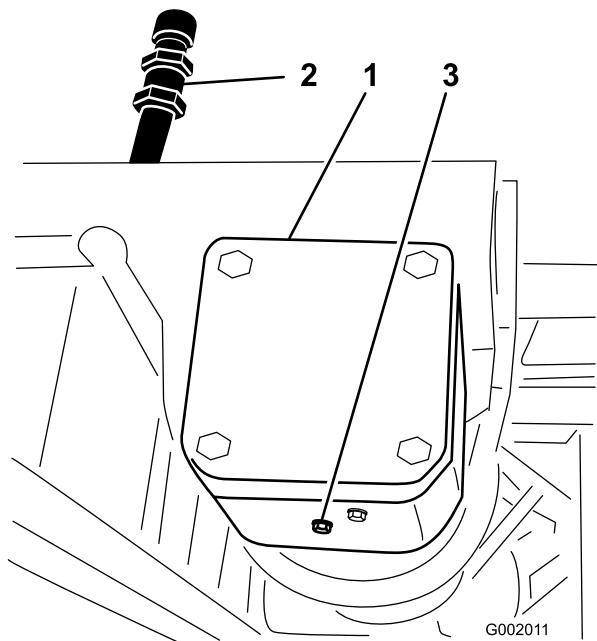

図 70
2. ドレン・プラグの下にオイルを受ける容器をおく（図 70）。
3. 補給口プラグとドレン・プラグを取り (図 70)、排出されるオイルを容器で回収する。